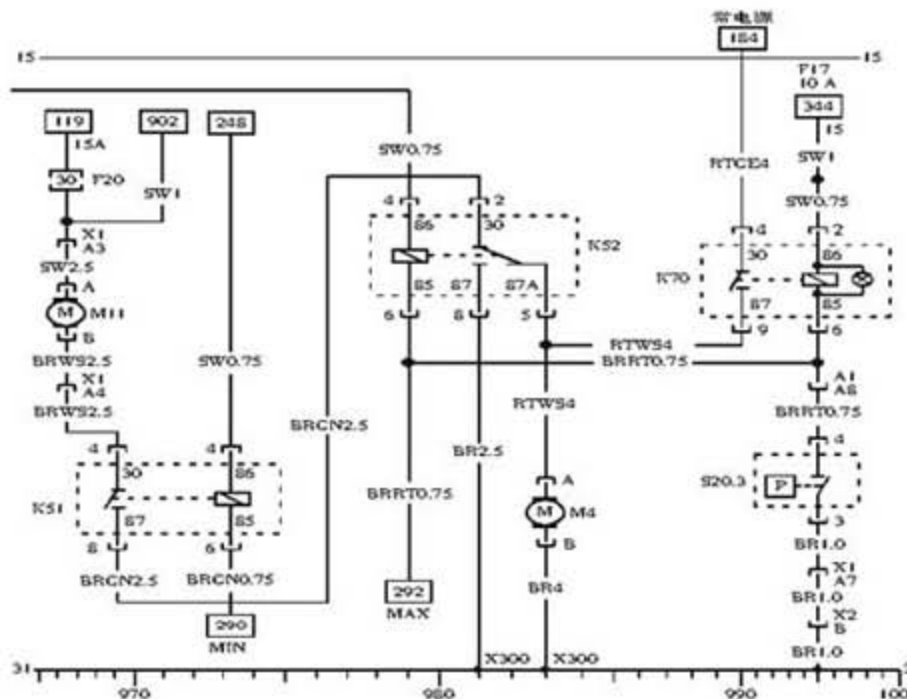

图 1
- 3). 此时笔者仔细回顾了一下该车故障检修的全过程，并揣摩了一遍诊断思路和维修方法，并没有想到哪儿有遗漏或不合理的地方。那么会不会是我们根据维修经验判定没问题的地方出了问题呢？于是我们拆下杂物箱，对其后部的配电盘进行仔细检查发现，该车原车的继电器 K70（图 1）应该为一个黄色的继电器，而该车却没有那个黄色的继电器，取而代之的是一个普通的 4 脚黑色继电器。会是这个 4 脚继电器引发的故障吗？我们先检查了此黑色继电器的插脚位置，但没有发现插反的现象。为了确定究竟是不是这个黑色继电器的问题，我们还是决定替换原厂继电器进行试验。在更换原车继电器后，试车发现故障居然消失了。